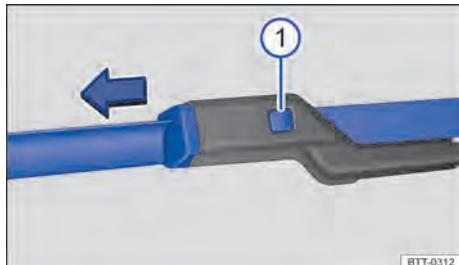

Fig. 187 Substituir as palhetas dos limpadores do para-brisa.
- Manter o botão de destravamento ⇒ Fig. 187 ① pressionado e, ao mesmo tempo, puxar a palheta dos limpadores dos vidros para fora, no sentido da seta.